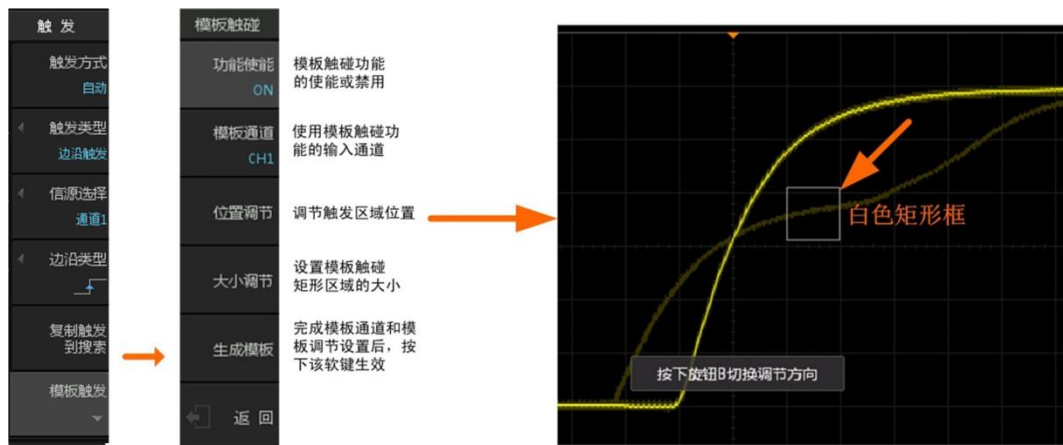

图 10-11 模板触碰功能菜单
某些信号出现频率低，无法观察其特征，难以通过标准触发将信号触发出来的情况下，模板触碰对特殊信号的触发提供了便利。模板触碰功能菜单如图 10-11 所示。
- 3、点击【Trigger】进入触发菜单,点击菜单右侧相应软键【模板触发】,设置【模板使能】为“ON”,如图 10-11 所示,屏幕上出现一个白色矩形框;